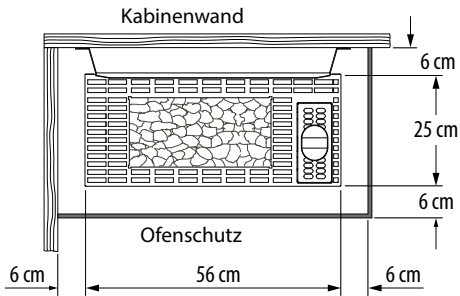

Abb. 2
- Bei der Montage des Saunaofens ist darauf zu achten, dass der horizontale (seitliche) Abstand zwischen Ofen und Kabinenwand mindestens **6 cm** beträgt (Abb. 2).